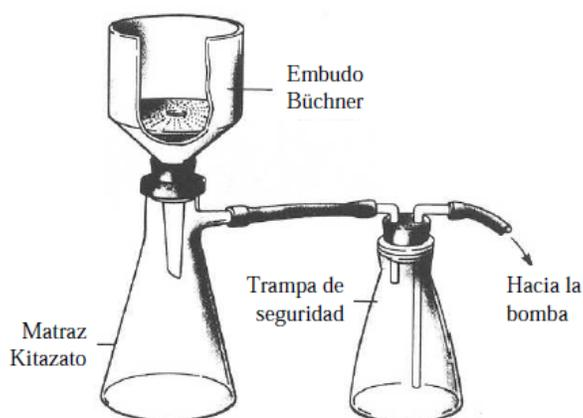

Figura 1. Equipo de filtración en vacío.
12. Mientras la solución se enfría preparar el equipo de filtración al vacío según se muestra en la figura 1.